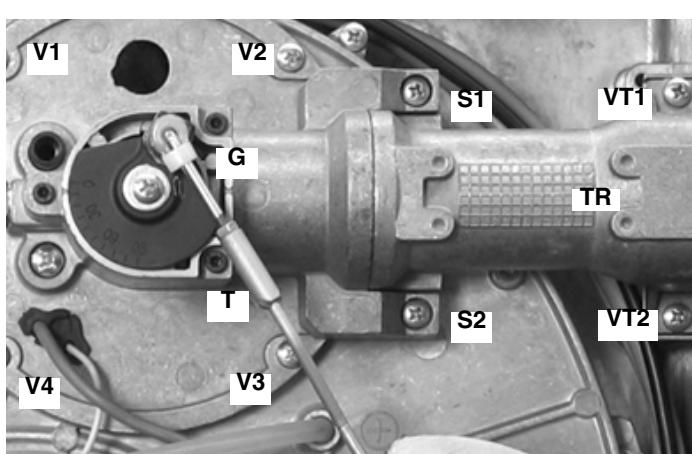
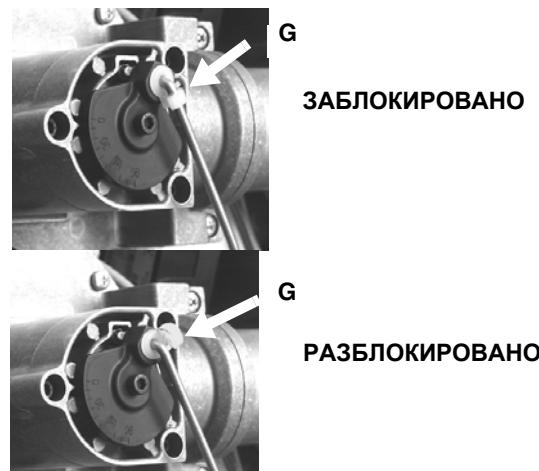

Рис. 60
Рис. 61
- Снятие, контроль и очистка головки сгорания (см. Рис. 60 и последующие рисунки)
- 1 Разблокировать с помощью пластмассового фиксатора **G**, болт **T** (Рис. 60 - Рис. 61) регулирования дроссельного газового клапана и вынуть его из гнезда, вытянув наружу.
- 2 Снять винты **V1**, **V2**, **V3**, **V4** и пару винтов **S1** и **S2** (Рис. 60).